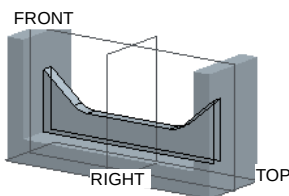
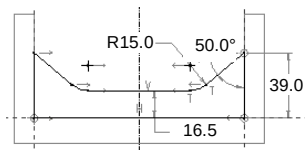

图 2.3.4 创建筋（肋）
图 2.3.5 截面草图
Step3. 创建图 2.3.4 所示的拉伸特征，产生加强筋（肋）。单击 **模型** 功能选项卡 **形状** 区域中的“拉伸”按钮 ；选取 **FRONT** 基准平面为草绘平面，**TOP** 基准平面为参考平面，方向为 **顶**；绘制图 2.3.5 所示的截面草图；拉伸深度选项为 ，深度值为 8.0。